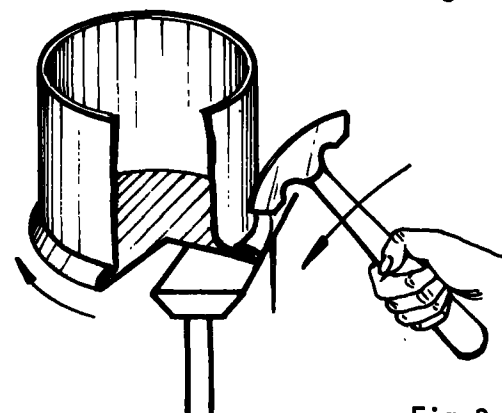

Fig.3
- \_\_\_ e Golpee con un martillo de pestañar todo el contorno hasta lograr un ajuste total (fig. 3).